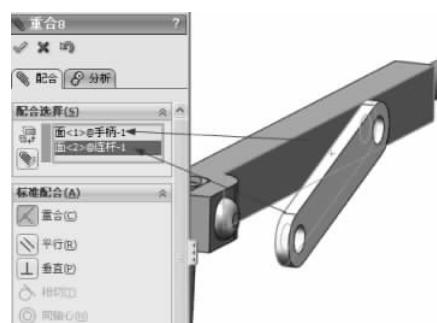

图 3-21 重合配合
(3) 继续进行添加配合操作, 在【标准配合】选项组下选择【重合】配合类型 , 在【配合选择】选项组下的选择框中选择手柄一侧面上和连杆一侧面, 如图 3-21 所示, 单击【确定】按钮 。